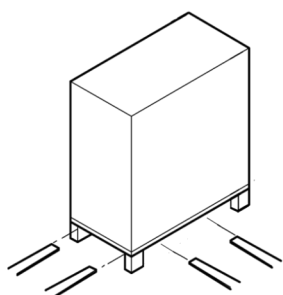
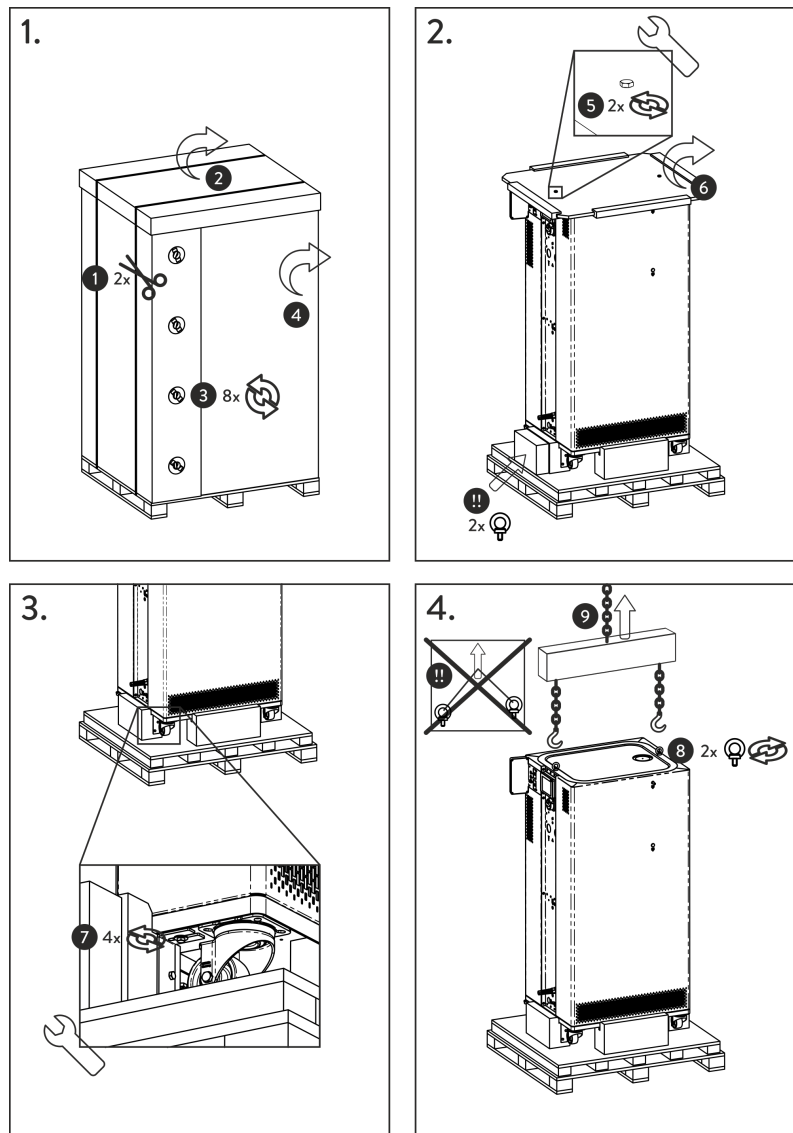

Fig. 1: Transport avec le chariot élévateur
Fig. 2: Graphique des instructions de déballage
1. **Figure 1** : Couper les sangles de cerclage ① et les retirer.
2. Soulever le couvercle de l'emballage en carton ② et le retirer.
3. Dévisser les fermetures à baïonnette ③ du carton. Pour cela, les tourner dans le sens antihoraire.
4. Retirer le carton ④.
5. **Figure 2** : Dévisser les vis ⑤ du couvercle en bois. Pour cela, les tourner dans le sens antihoraire. Retirer le couvercle en bois ⑥.
7. **Figure 2** : Retirer les anneaux de manutention de l'emballage.